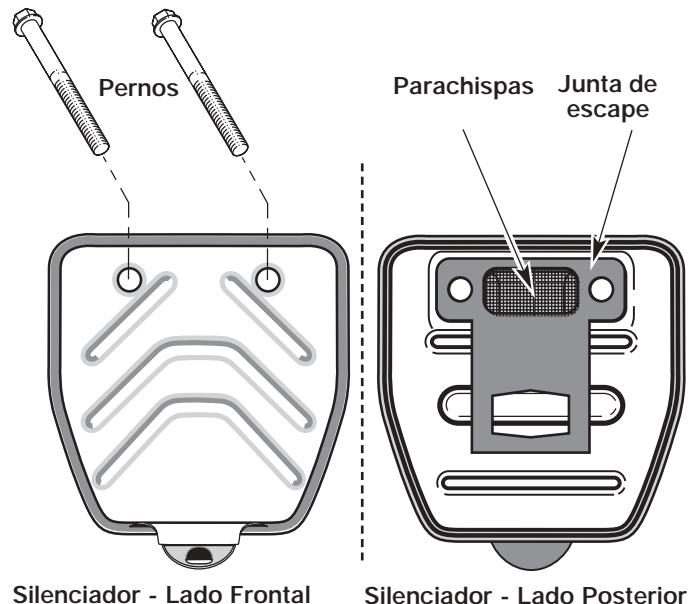

Fig. 28
2. Ubique el frente del silenciador y los dos (2) pernos que lo sujetan al motor (Fig. 28). Quite los dos (2) pernos con un destornillador de punta plana, una llave de tubo de 5/16 o destornillador para tuercas. Hale el silenciador del motor.
3. Voltee el silenciador al lado posterior y ubique la junta del silenciador. Retire la junta del silenciador (Fig. 28).
7. Ponga la junta del silenciador contra el lado posterior del mismo. Alinee los orificios de los pernos de la junta del silenciador en el silenciador. Mientras sostiene la junta en su lugar, ponga los pernos en el lado frontal del silenciador (Fig. 28).